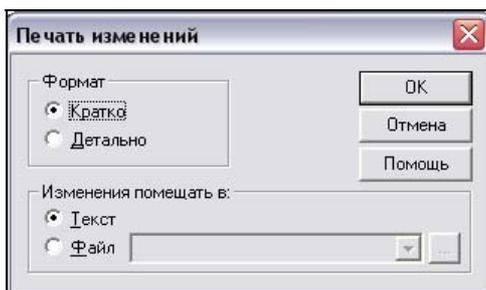

Рис. 5.40. Выбираем способ анализа
- Как видим, структура данных отличается довольно сильно, в некоторых случаях даже возможна потеря данных. Чтобы посмотреть, в чем конкретно отличаются объекты, следует выбрать такой объект и нажать кнопку **Отчет**. Поставим курсор на справочник валют и посмотрим, чем нам грозит объединение (рис. 5.40).